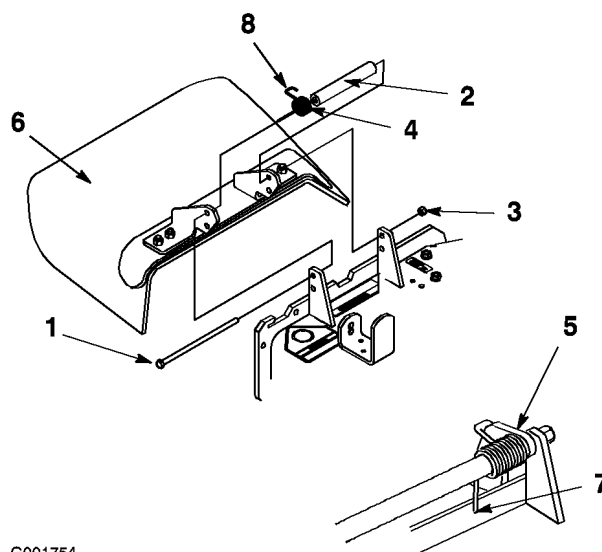

Figura 66
1. Retire la contratuerca, el perno, el muelle y el espaciador que sujetan el deflector a los soportes de pivote (Figura 66).
4. Coloque el extremo en **J** del muelle alrededor del deflector de hierba (Figura 66).